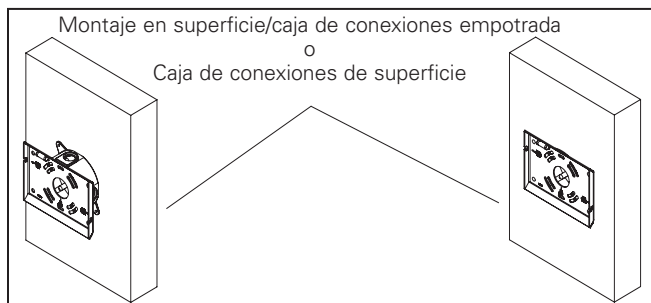

Figura 2
2. Sujete la placa de cuña a la pared sobre la caja de conexiones (Figura 2). La placa de cuña debe montarse con accesorios que puedan soportar el peso de un luminario de hasta 50 lb (22,67 kg).
2. Coloque la placa de cuña en la pared o en la caja de conexiones (Figura 2). La placa de cuña debe montarse con accesorios capaces de soportar un luminario con peso de hasta 50 lb (22,67 kg).